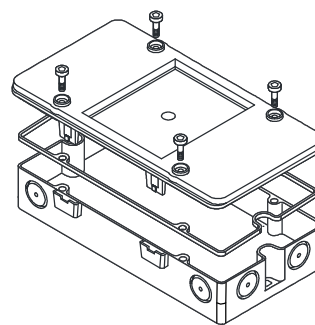

Рис. 4
5. Закрепите крышку коробки с уплотнением четырьмя винтами (Рис.4) (Только таким образом может быть обеспечена категория защиты IP65)